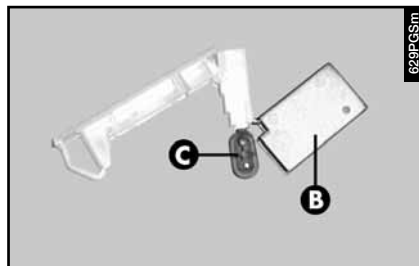

fig. 77
– Apretar lateralmente en la protección de la lámpara (**B-fig. 77**) a la altura de los pernos de fijación y hacerla girar.
– Sustituir la lámpara (**C-fig. 77**) introducida a presión. Volver a montar la protección introduciendo los dos pernos de fijación.